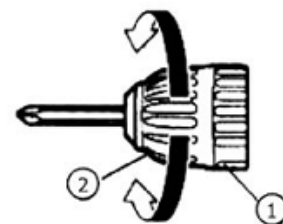

Fig. 4
Sujete el anillo (1) y afloje el casquillo (2) girándolo hacia la izquierda (en sentido antihorario, visto desde el frente). Abra el portabrocas (ver Fig. 4). Después de insertar una broca en el portabrocas sin llave, sujete